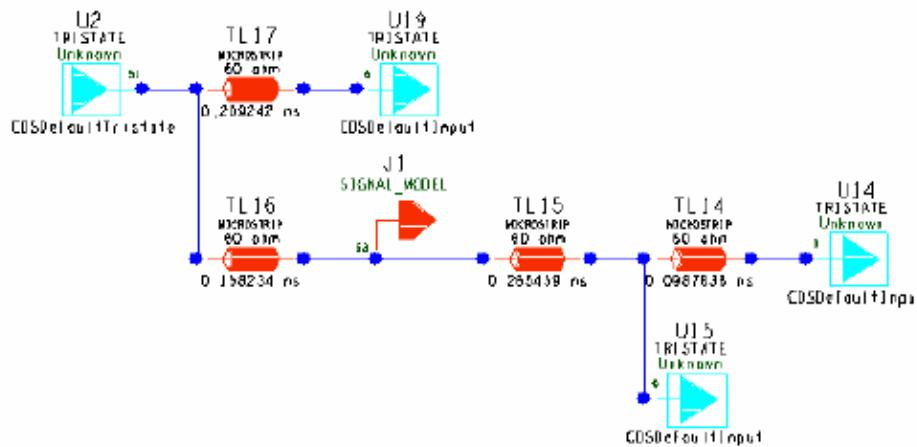

图 9-7 拓扑结构
6. 在约束管理器界面，右键点击总线 A_BUS，在弹出的菜单选择【SigXplorer】。如果出现对话框，选择【Expert】。拓扑显示如图 9-7。拓扑结构为总线的第 1 个成员的。注意部件的名称可能与各位的不同。